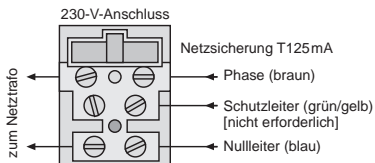

Abb. 4 Übersicht der Anschlüsse
In der folgenden Abb. 4 sind zur Übersicht alle möglichen Anschlüsse dargestellt. Detaillierte Informationen finden Sie in den Kapiteln 4.5.1 bis 4.5.12.
- Die in Abb. 4 dargestellten Alarmkontakte sind alle, wie bei der Mehrzahl der handelsüblichen Komponenten, als Öffner ausgeführt (auch NC-Kontakt genannt, engl. Normally Closed = im Normalfall geschlossen). Grundsätzlich können auch Schließer (NO-Kontakte, engl. Normally Open =